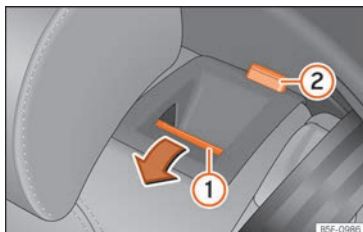

Fig. 163 En el respaldo del asiento trasero: tecla de desbloqueo ①; marca roja ②.
- Tire de la tecla de desbloqueo »» fig. 163 ① en el sentido de la flecha y, al mismo tiempo, abata el respaldo.
- El respaldo trasero está desbloqueado cuando se ve una marca roja en la tecla ②.
El respaldo trasero está desbloqueado cuando se ve una marca roja en la tecla » fig. 163 ②.